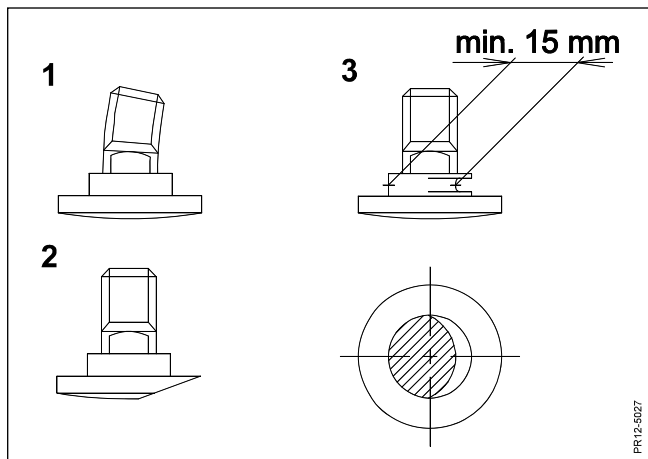

Fig. 5-7
- Fig. 5-7** Knivbultarna skall bytas ut om: